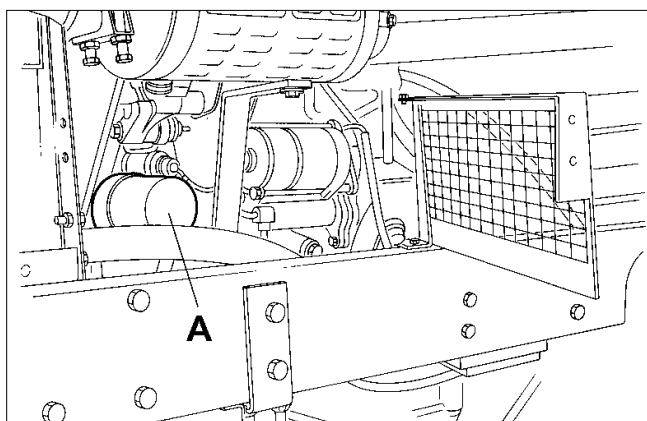

Fig.25
- Remove cartridge (A Fig.25) from engine by unscrewing and discard.
- Togliere la cartuccia (A Fig. 25) dal motore svitandone le relative viti ed eliminarla.